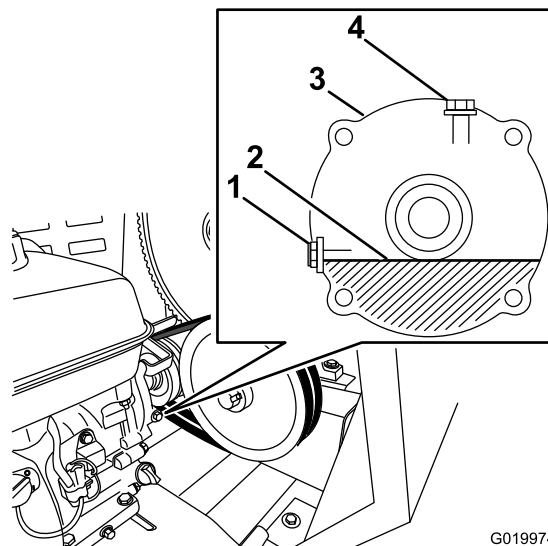

Figura 65
2. Localice la caja reductora entre el motor y la polea del motor (Figura 65).
4. Retire el perno y la arandela de comprobación del nivel de aceite del orificio de nivel de aceite (Figura 65).
- A. Retire el perno y la arandela de llenado del orificio de llenado situado encima de la caja reductora (Figura 65).
- C. Instale el perno de llenado y la arandela en el orificio de llenado de la caja reductora, y apriete el perno de llenado (Figura 65).
5. Cuando el aceite esté al nivel de las roscas de la parte inferior del orificio de nivel de aceite, instale el perno y la arandela de comprobación del nivel de aceite en el orificio y apriete el perno de comprobación del nivel de aceite (Figura 65).
8. Vierta lentamente aceite del tipo especificado en el orificio de llenado hasta que el nivel llegue a las roscas de la parte inferior del orificio de nivel de aceite (Figura 65).